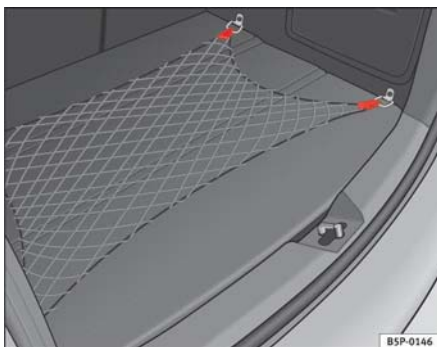

Fig. 96 Red portaobjetos maletero
- Utilice las anillas de amarre existentes en los laterales del maletero, para fijar la red portaobjetos⇒ **fig. 96**